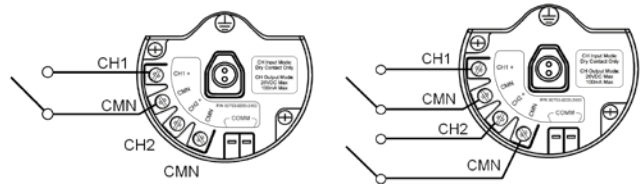

Рис.4.
- Подключаются один или два однополюсных переключателя (рис.4).